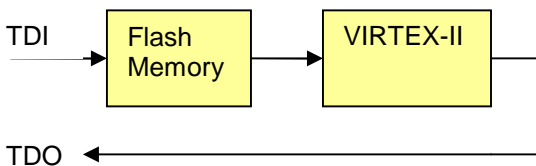

Bild 3. FPGA und Flash Speicher in der JTAG-Kette.
1. Konfiguration über die JTAG-Schnittstelle: Die JTAG-Schnittstelle ist eine synchrone serielle Schnittstelle, die es ermöglicht mehrere Bauteile zu verketteten und von einem zentralen Punkt aus einzeln anzusprechen. Auf dem XV2DDR Modul befinden sich zwei durch JTAG verkettete Bauteile: das VIRTEX-II-FPGA und ein XC18V04 Flash Speicher (Bild 3). Mehrere Module können selbst wieder eine JTAG Kette bilden. In den FPGA Entwicklungs-Tools von Xilinx (ISE 5.1i) findet sich das Programm Impact. Zusammen mit